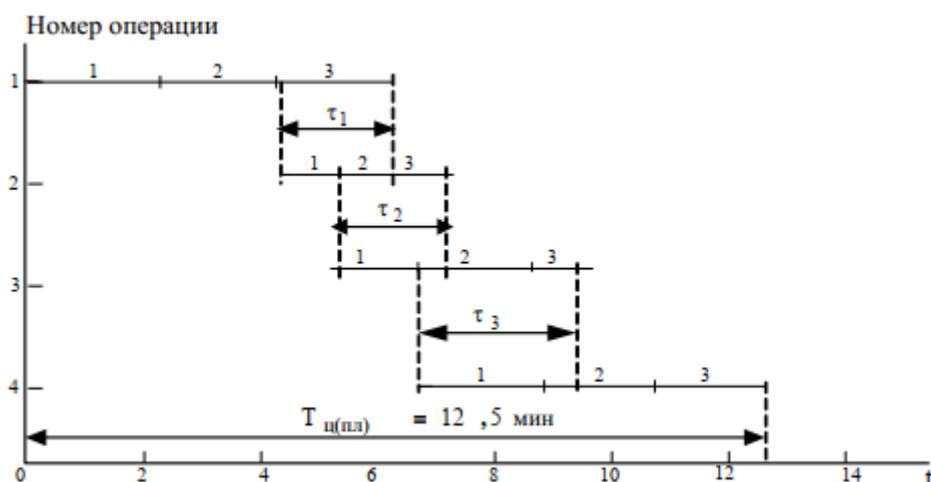

Рисунок 1.3. - График технологического цикла при параллельно-последовательном движении деталей по операциям
При построении графика данного вида движений деталей по операциям технологического процесса (рис. 1.3) необходимо учитывать следующие виды сочетаний периодов выполнения смежных операций.
2. Если продолжительность последующей операции меньше, чем предыдущей $t_i \leq t_{i=1}$, то отсутствие простоев оборудования на последующей операции может быть обеспечено только после накопления перед ней известного запаса деталей, позволяющего эту операцию выполнять непрерывно (в примере $t_2 < t_1$). Для того чтобы определить момент начала последующей операции, необходимо от точки, соответствующей окончанию предыдущей операции над всей партией (n), отложить вправо отрезок, равный в принятом масштабе времени выполнения последующей операции (t_2) над одной транспортной партией (p), а влево – отрезок, равный продолжительности последующей операции над всеми предшествующими транспортными партиями (рис. 1.3).
Ниже приведен пример (рис. 1.3) построения графика технологического цикла при смешанном виде движения деталей по операциям для следующих данных: $n = 3$, технологический процесс состоит из $m = 4$ операций, продолжительность выполнения которых составляет $t_1 = 2$; $t_2 = 1$; $t_3 = 1,5$; $t_4 = 2$ мин.; $p = 1$. Каждая операция выполняется на одном рабочем месте.